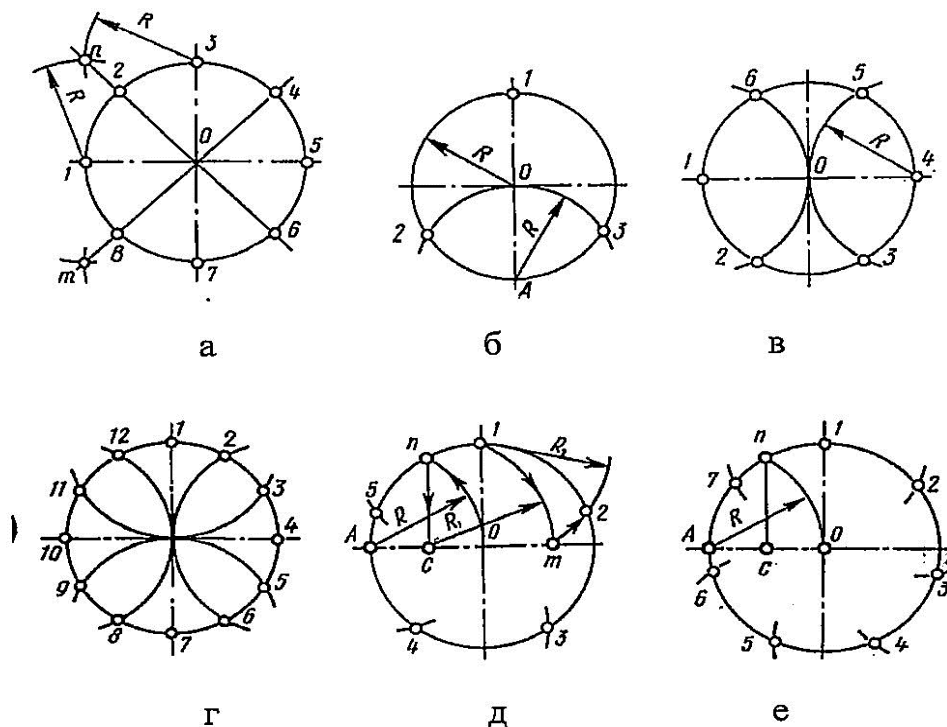

Рисунок 1 – Деление окружностей на равные части
2) Далее делят прямой угол на 2 равные части (точки 2, 4, 6, 8) (рисунок 1 а).
1) Для нахождения точек, делящих окружность радиуса R на 3 равные части, достаточно из любой точки окружности, например точки $A(1)$, провести дугу радиусом R . (т.2,3) (рисунок 1 б).
2) Описываем дуги R из точек 1 и 4 (рисунок 1 в).
3) Описываем дуги 4 раза из точек 1, 4, 7, 10 (рисунок 1 г).
1) Из точки А радиусом R проводят дугу, которая пересекает окружность в точке n . Из точки n опускают перпендикуляр на горизонтальную осевую линию, получают точку C . Из точки C радиусом $R_1=C1$, проводят дугу, которая пересекает горизонтальную осевую линию в точке m . Из точки 1 радиусом $R_2=1m$, проводят дугу, пересекающую окружность в точке 2 . Дуга $12=1/5$ длины окружности. Точки $3,4,5$ находят, откладывая циркулем отрезки, равные $m1$ (рисунок 1 д).
2) Из точки А проводим вспомогательную дугу радиусом R , которая пересекает окружность в точке n . Из нее опускаем перпендикуляр на горизонтальную осевую линию. Из точки 1 радиусом $R=nc$, делают по окружности 7 засечек и получают 7 искомых точек (рисунок 1 е).
гранью куба (см. рис.1). Грани куба принимаются за основные плоскости проекций. Имеются шесть основных плоскостей проекций: две фронтальных-1 и 6 (вид спереди или главный вид, вид сзади), две горизонтальных -2 и 5 (вид сверху и вид снизу), две профильных -3 и 4 (вид слева и вид справа). Основные плоскости проекций совмещаются в одну плоскость вместе с полученными на них изображениями.